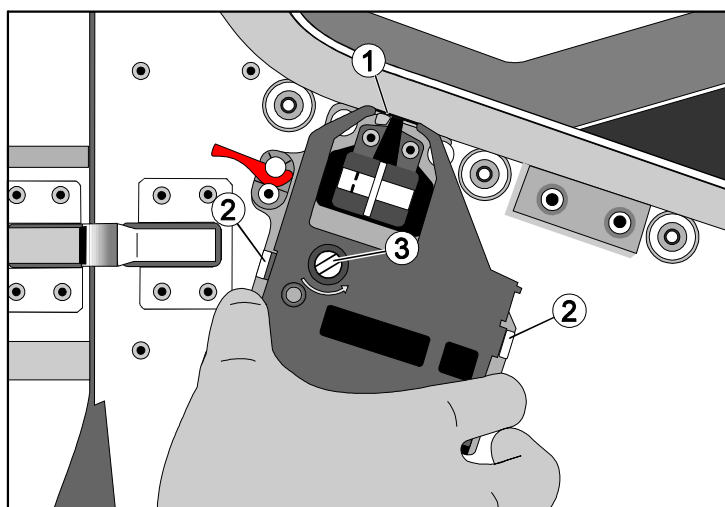

Figure 19
- Glisser la partie visible du ruban de la nouvelle cartouche au-dessus de la tête de l'imprimante (voir (1) de la
- Figure 19).
- Presser sur les bords de la cartouche jusqu'à ce que les deux ergots (2) se crochent au support.
- Tendre le ruban en tournant d'un demi-tour dans le sens de la flèche la partie mobile (3) de la
- Figure 19.